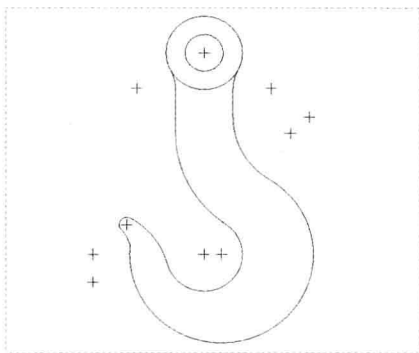

图 2-49 绘制圆
Step 04 至合适位置后，单击鼠标左键，确定圆的半径，创建圆，单击鼠标中键，完成圆的绘制，如图 2-49 所示。